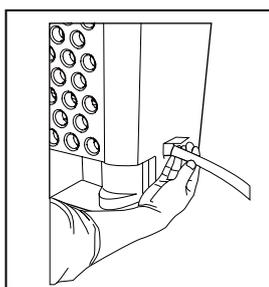

fig. 2
- Passez l'extrémité fileté femelle du tuyau dans l'ouverture. (fig.2)